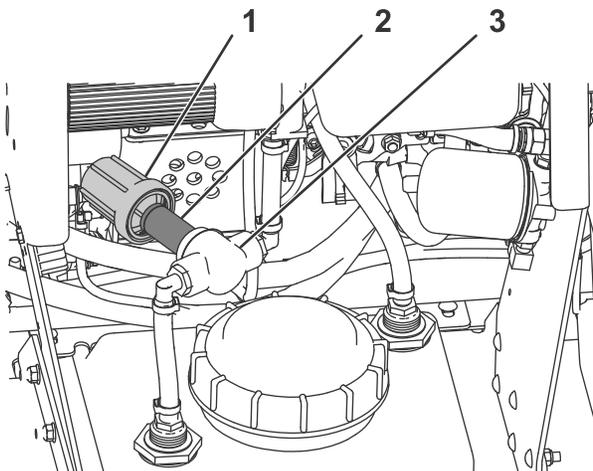

Figure 53
1. Nettoyez la surface autour du chapeau du filtre en ligne (Figure 53).